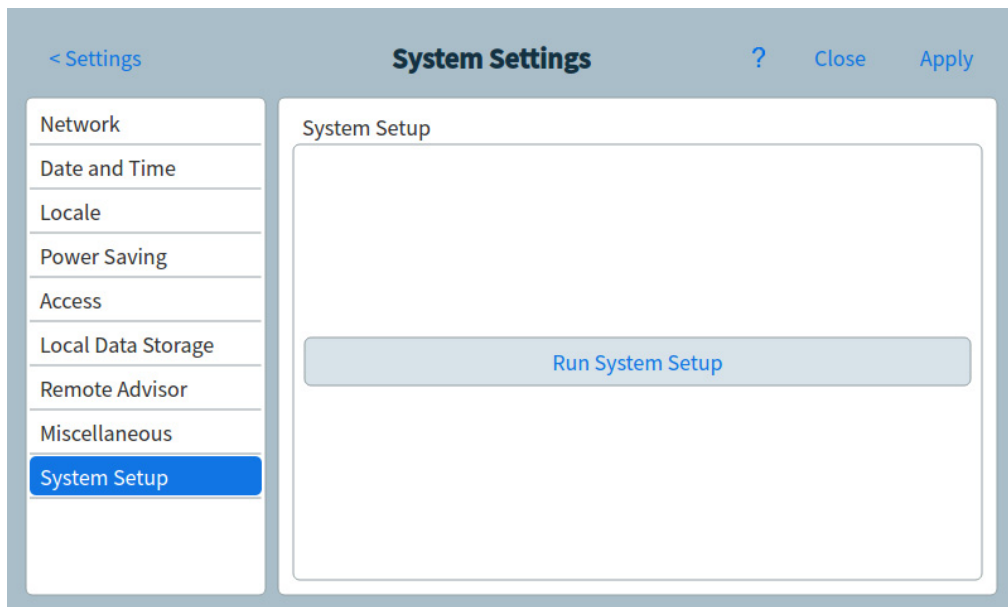

Figure 48. Page de Configuration du système
- 1 À partir de la page Paramètres du système, sélectionnez le bouton de sélection de page **Configuration du système**. La page Configuration du système apparaît. Voir **Figure 48**.